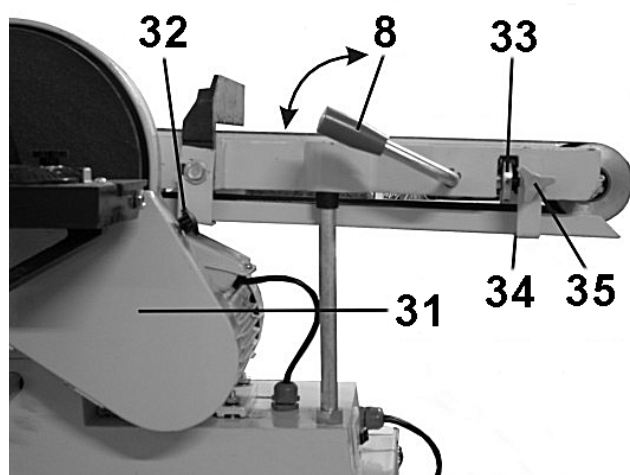

Рис. 15
12.2. Замена шлифовального круга на диске (Рис. 15, 16)
12.3. Замена клинового ремня (Рис.15, 16,)
12.3.7. В обратном порядке установите и закрепите диск (5), Рис. 15.
12.3.8. Закройте крышку (31) кожуха ремня и закрутите винт (32), Рис. 15.